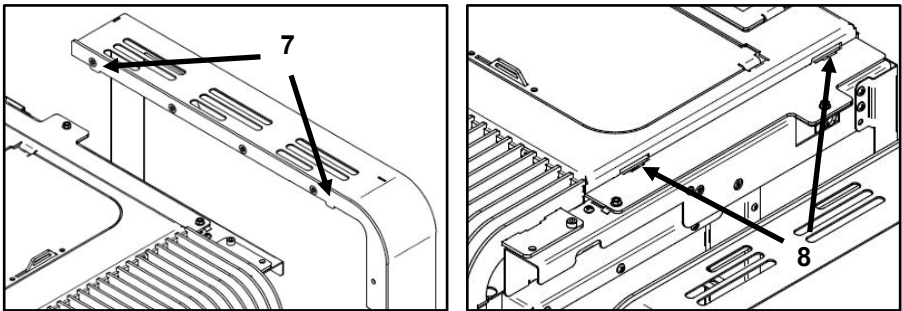

Figura 40 – Colocação das envolventes Aspen
h) No equipamento **Aspen**, encaixar primeiro os furos inferiores **5** das envolventes laterais, nos guias **6** que se encontram no fundo da máquina, depois no sentido descendente encaixar os apoios **7** nos rasgos **8**, como demonstra a Figura 40.